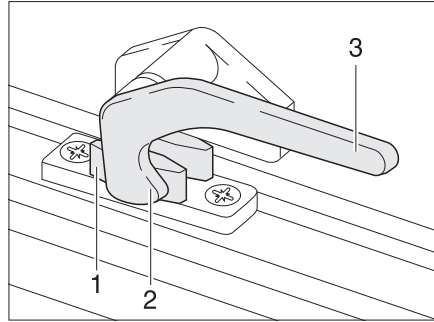

Bild 38 Verriegelungshebel in Stellung "geschlossen"
- Den Verriegelungshebel (Bild 38,3) eine viertel Umdrehung zur Fenstermitte hin drehen.
- Den Verriegelungshebel (Bild 38,3) eine viertel Umdrehung zum Fenster-rahmen hin drehen. Die Verriegelungsnase (Bild 38,2) liegt auf der Innenseite der Fensterverriegelung (Bild 38,1).
- in Stellung "fest verschlossen" (Bild 38).